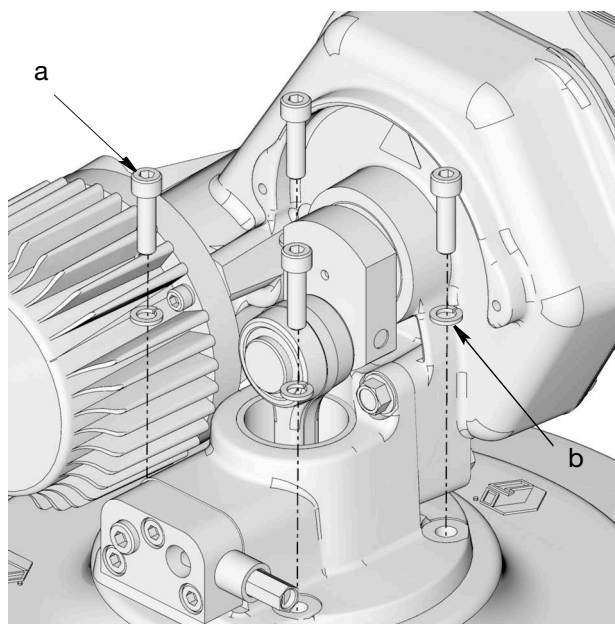

Рис. 20
6. Выкрутите болты (a) и удалите шайбы (b), удерживающие насос Dyna-Star на крышке, и снимите насос с крышки (Рис. 20). Уложите насос на верстаке или на крышку стола, покрытой чехлом для защиты от пыли.